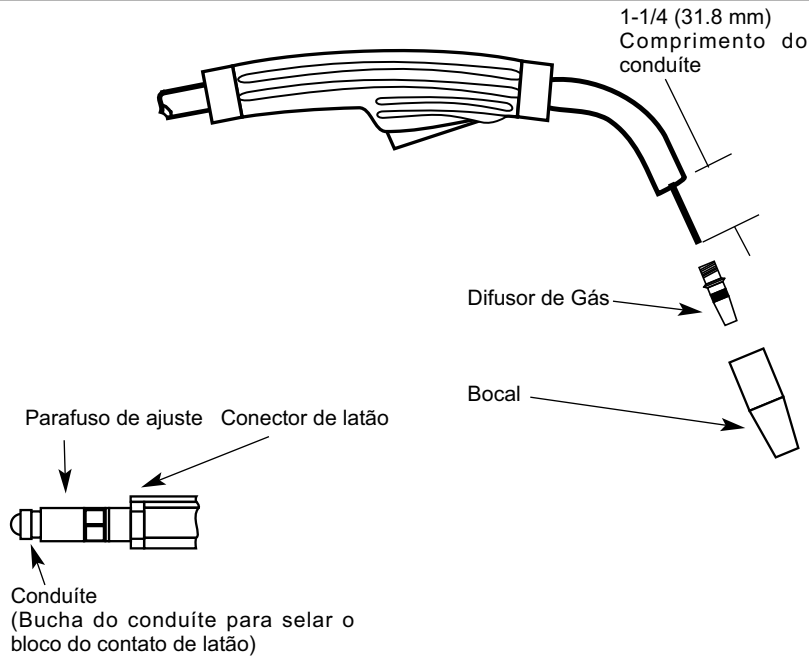

FIGURA D.2
1. Referência na Figura D.2. Remova o bocal do gás da tocha desenroscando no sentido anti-horário.
VERIFIQUE: A variação no comprimento dos cabos evita a troca de condutes. Uma vês que um condute tenha sido cortado para uma tocha em particular, ele não deve ser instalado em uma outra tocha, a não ser que esteja dentro das especificações pedidas. Referência na Figura D.2.
7. Com o bocal do gás e o difusor removidos do tubo da tocha, assegure-se de que o cabo esteja reto, e então corte o condute no tamanho mostrado na Figura D.2. Remova quaisquer rebarbas da extremidade.